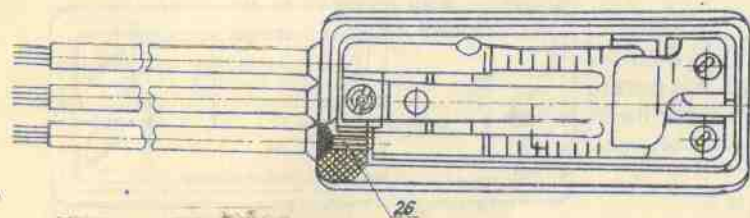

Рис. 3. Микровыключатель AM800K:
При нажатии на втулку 22 (рис. 3) давление через стержень 23, пружину 25, втулку 16, кнопку 13 передается на кон-
3.3.3. Нажимное устройство AM800K (рис. 3). Втулка 17, приваренная аргоно-дуговой сваркой к корпусу 18, является направляющей для штока, который состоит из стержня 23, втулки 16, стакана 15, пружины 25. Стержень 23 развальцован на втулке 22.